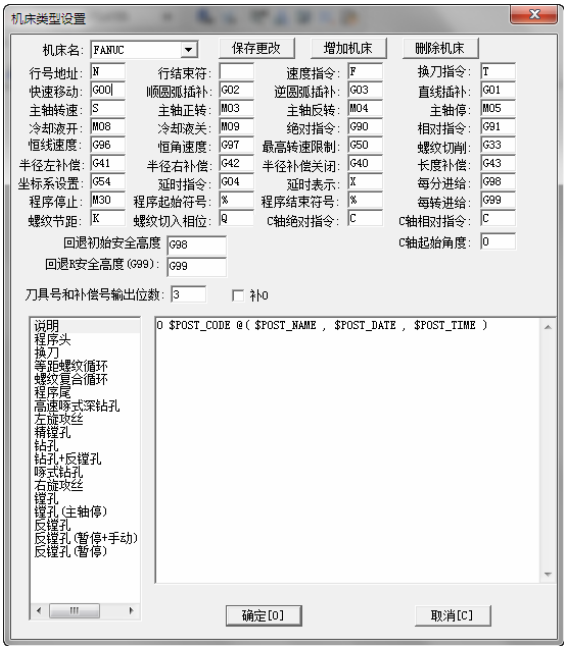

图 4-95 “机床类型设置”对话框
- 1) 选择下拉菜单“数控车”→“机床配置”命令，或直接单击“数控车工具”工具栏中的“机床配置”按钮，系统弹出“机床类型设置”对话框，设置参数如图 4-95 所示。